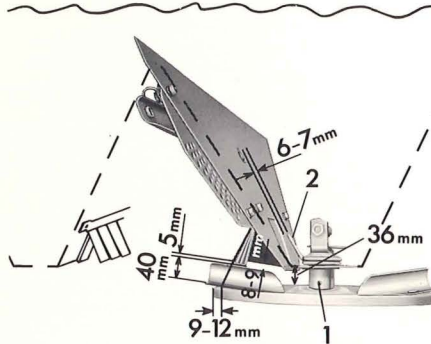

Fig. 8
- a) Rörstiften, fig. 8/1, under behållaren slås ut. Omrörarfästena märks höger resp vänster. Finns ingen speciell avdragare för omröraren tillgänglig, rekommenderar vi att Ni i närheten av hålet för rörstiftet med en mejsel slår några kraftiga slag, så att bussningen i omrörarens fäste vidgar sig. Därefter kan omröraren med fäste dras av hylsan på spridartallriken genom att man med en mejsel som sticks in mellan underkanten på omrörarfästet och överkanten på spridarskivan pressa omröraren uppåt. Härvid måste eventuellt också en andra mejsel användas som mellanlägg så att en viss hävarmsverkan erhålles. Under inga omständigheter får uppvärmning av omröraren ske för att underlätta demonteringen. I så fall finns risk för att spridarskivorna slår sig eller att växellådan blir skadad.
- b) Vid montering av nya omrörare måste Ni se till att dessa monteras korrekt. Observera rotationsriktningen. Omrörarfingret är försett med en speciellt slitstark svetsning. Denna sida skall alltid peka i rotationsriktningen. Omrörarfingret måste dessutom ha ett avstånd på 6–7 mm, se fig. 8/2 och omröraren får inte slita mot behållarbotten.
- f) Kontrollera att utloppssockarna monteras i enlighet med måtten på fig. 8.